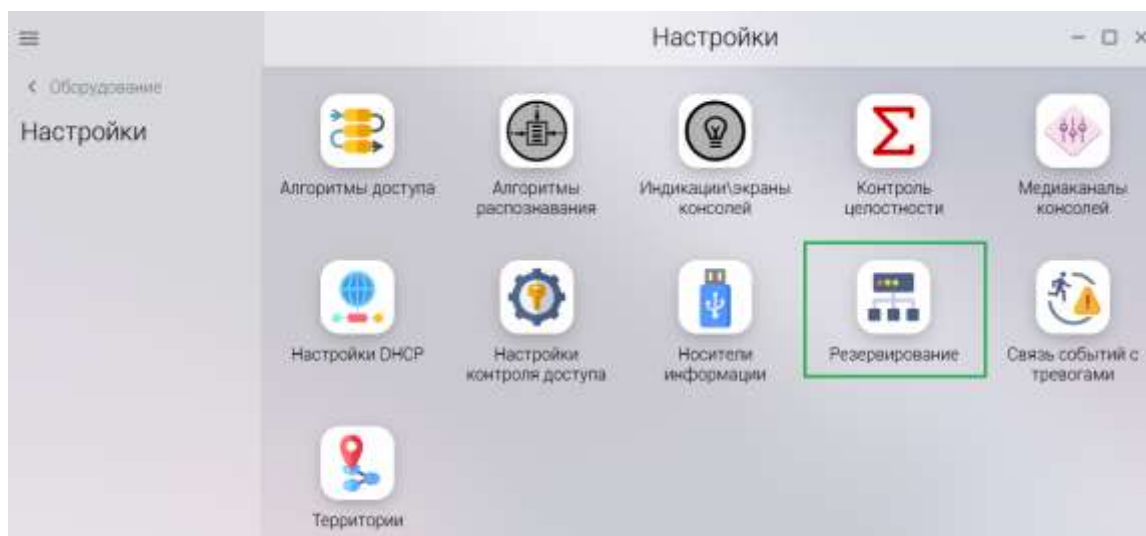

Рисунок 9 – Выбор настроек Резервирование
- 4) В приложении «Оборудование» открыть вкладку «Настройки» и выбрать пункт настроек Резервирование (Рисунок 9).